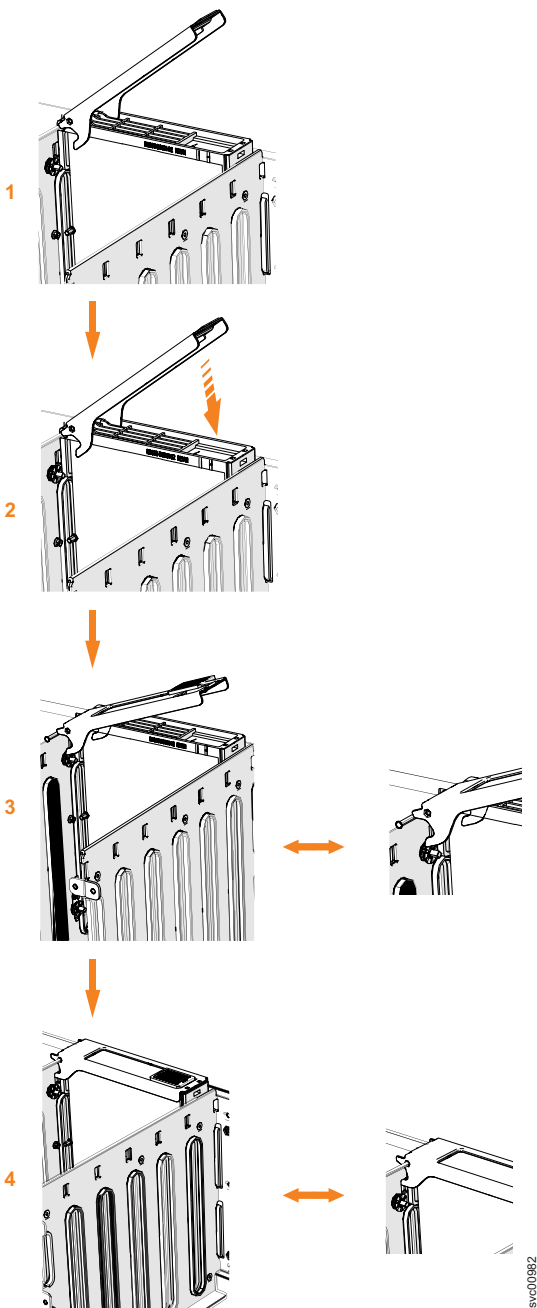

図 67. ドライブの交換
6. ドライブ・アセンブリーのドライブ・ハンドル (76 ページの図 67 の **1**) が開いた (ロック解除) 位置にあることを確認します。
8. ドライブが停止し、ラッチの底面が区画の上部の位置に合うまでそっと押し下げます。開いたハンドルの角度がドライブ・キャリアから 45 度を超えないようにしてください。 (76 ページの図 67 の **2**)。
9. ハンドルを下に回転させて、ドライブ・アセンブリーをシャーシにロックします (図 67 の **3**)。
11. ラッチ上部の先端も完全にかみ合っていることを確認します (76 ページの図 67 の **4**)。